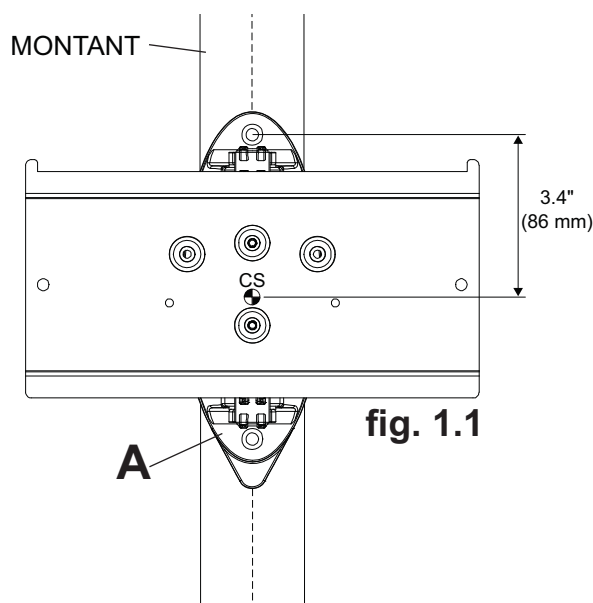

fig. 1.1
**1** À l'aide d'un localisateur de montants, repérez et marquez les bords des montants en bois utilisés pour monter ce produit. Utilisez un niveau pour tracer une ligne verticale le long du centre du montant. Le trou de montage supérieur doit être situé à 3,4 po (86 mm) au-dessus de l'endroit souhaité pour le centre de l'écran comme illustré à la figure 1.1. Percez deux trous de 4 mm (5/32 po) de diamètre et de 64 mm (2,5 po) de profondeur. Fixez le bras mural (A) sur le mur à l'aide de deux vis à bois à tête plate n°14 x 2,5 po (C), comme illustré.
- 1** Utilisez la plaque murale comme gabarit pour marquer le centre des trous. Le trou de montage supérieur doit être situé à 3,4" (86 mm) au-dessus de l'endroit souhaité pour le centre de l'écran comme illustré à la figure 1.1 en page 24. Percez deux trous de 5/16 po (8 mm) de dia. à une profondeur minimale de 2,5 po (64 mm). Insérez les chevilles d'ancrage (D) dans les trous. Posez le support mural (A) sur les chevilles d'ancrage et fixez-le au mur à l'aide de deux vis à bois à tête plate no 14 x 2,5 po (C).